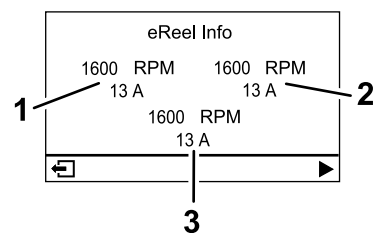

Bild 22
- **eReel-Motorbildschirm (Bild 22):** Zeigt die Geschwindigkeit und den Strom jedes Schneideinheitmotors an.